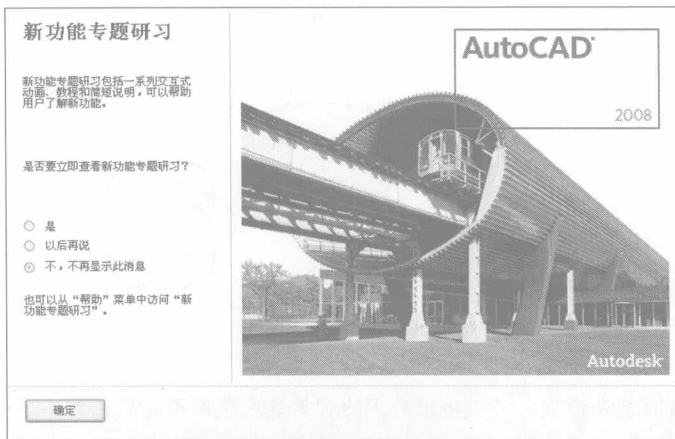

图1-1 【新功能专题研习】对话框
1. 启动 AutoCAD 2008,若用户是安装该软件后第一次使用,可以看到一个【新功能专题研习】对话框,如图 1-1 所示。用户可以选择其中的相应选项来了解 AutoCAD 2008 的新特点。这里选取【不,不再显示此消息】单选项,单击 按钮。如果以后想查看【新功能专题研习】,选取菜单命令【帮助】/【新功能专题研习】即可。